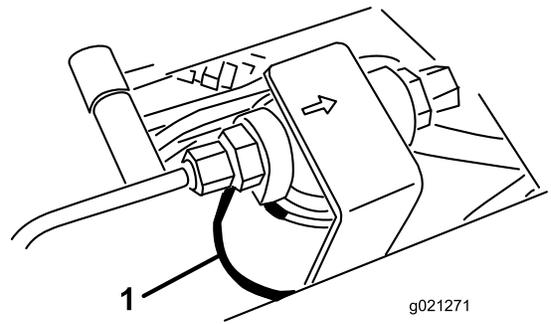
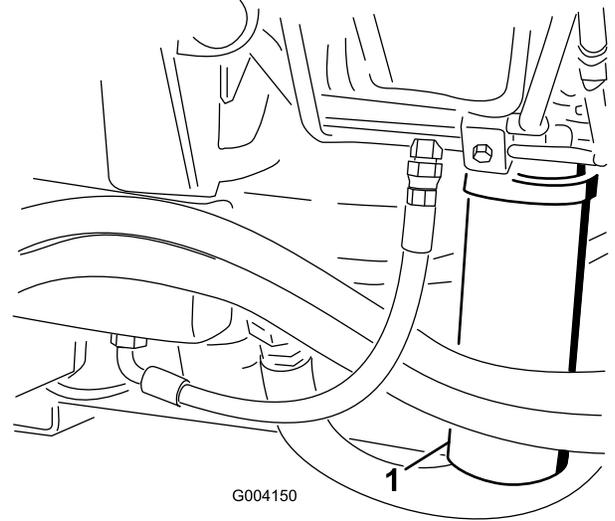

図 102
図 103
2. フィルタ取り付け部付近をきれいに拭い、下に容器を置く (図 102 と 図 103)。